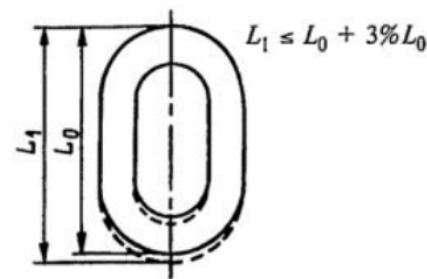
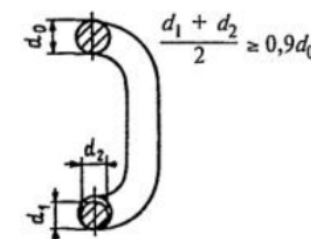

Рис. 1. Увеличение звена цепи:
Рис. 2. Уменьшение диаметра сечения звена цепи:
- при удлинении звена цепи более 3% от первоначального размера (рис. 1) и при уменьшении диаметра сечения звена цепи вследствие износа более 10% (рис. 2).